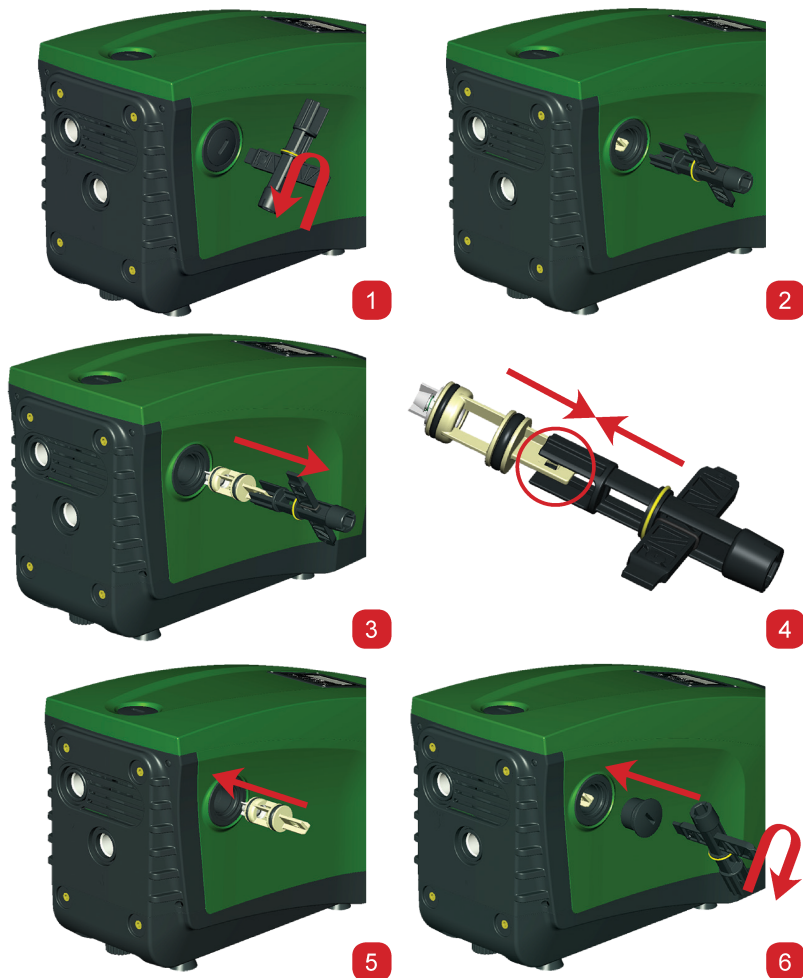

Рисунок 28
- 1 - снимите пробку доступа к клапану (Рис. 28);
- 2- вставьте крестообразный дополнительный ключ, концом "F" (пар. 10.1) так, чтобы захватить язычок с отверстием при помощи захватов с защелками (Рис.28);
- 3 - извлечь без вращения: эта операция может потребовать приложить некоторое усилие. Вынимается наружу картридж, который также несет с собой клапан для проведения техобслуживания. Картридж остается на ключе (Рис. 28);
- 4 - отсоедините картридж от ключа: нажатием друг против друга защелки освобождаются, после этого можно вынуть сбоку картридж (Рис. 28);
риджа без возможности освобождения (Рис. 28);
7 - Затяните пробку до упора: если картридж не был продвинут в правильное положение, завинчивание пробки ведет к его правильному размещению (Рис. 28).
- 1- Снимите защитную заглушку вала двигателя, как показано на Рис.28;